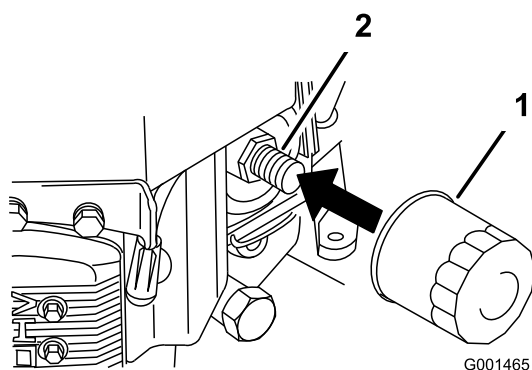

Figura 25
2. Retire el filtro de aceite usado (Figura 25).
3. Aplique una capa fina de aceite nuevo a la junta de goma del filtro nuevo (Figura 25).
del filtro, luego apriete el filtro tres cuartos de vuelta más (Figura 25).